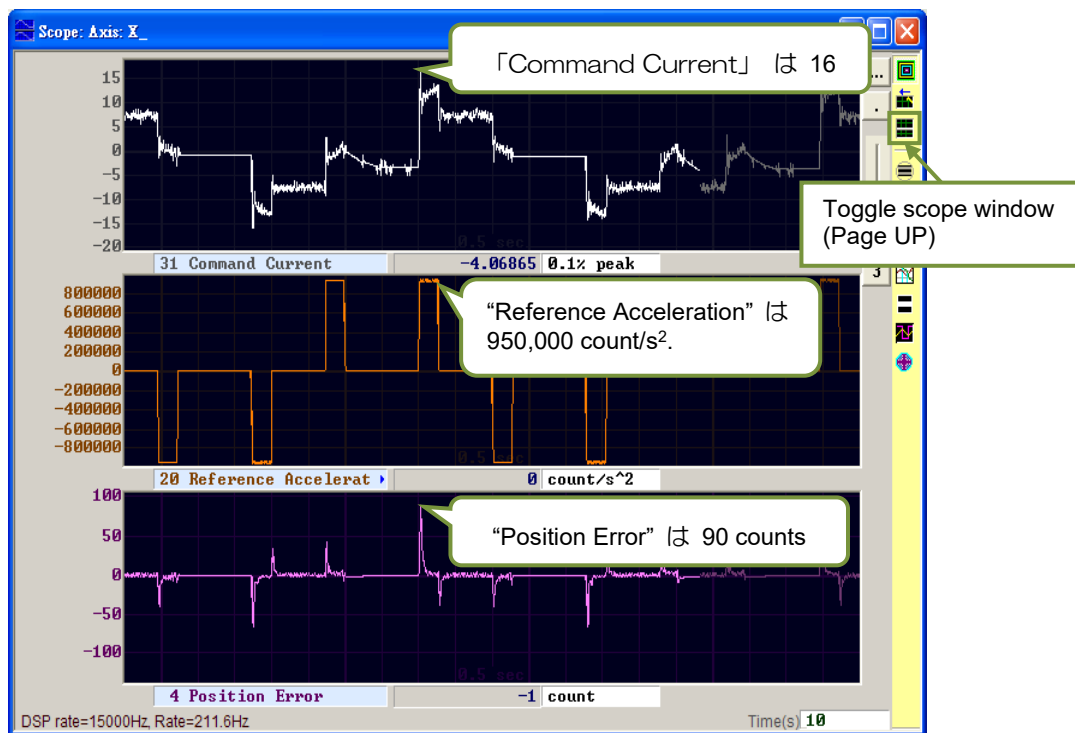

図 6.6.2.2 モーター動作の軌跡結果
- ステップ 5: 加速段階での「基準加速度」の最大値を観察して記録します。図 6.6.2.2 では、値は 950,000 カウント/s² です。